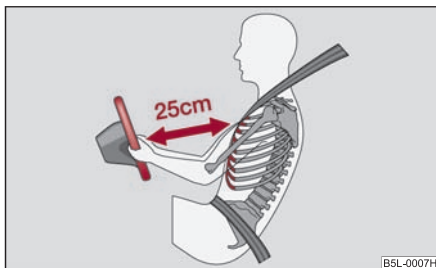

Abb. 122 Sicherer Abstand vom Lenkrad
- Der Fahrer muss einen Abstand zum Lenkrad von mindestens 25 cm einhalten ⇒ Abb. 122. Wenn Sie den Mindestabstand nicht einhalten, kann Sie das Airbag-System nicht schützen - Lebensgefahr!